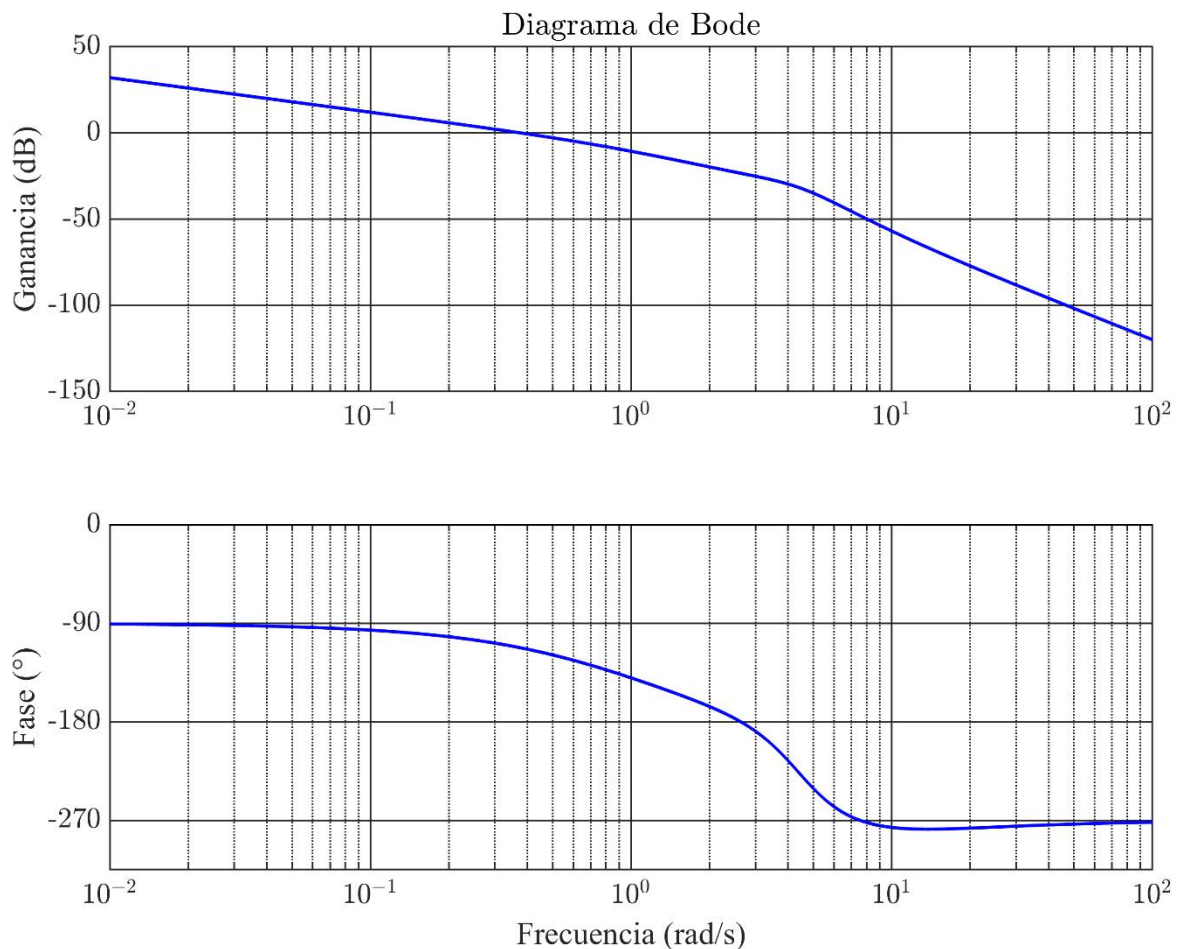

Figura 2: Diagrama de Bode del sistema $G_3(s)$.
3. (1 punto) El diagrama de Bode del sistema $G_3(s)$ se muestra en la **Figura 2**.